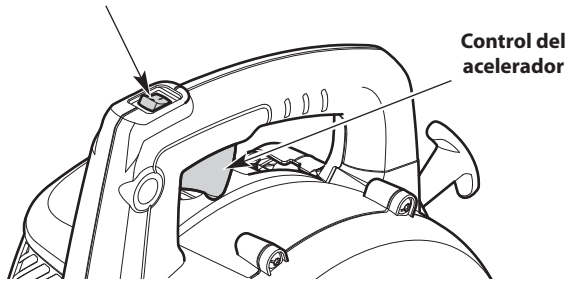

Fig. 3
NOTA: No es necesario encender la unidad. El interruptor de encendido/apagado está en la posición **Encendido (I)** en todo momento (Fig. 3).
4. Apriete y mantenga oprimido el control del acelerador (Fig. 3).